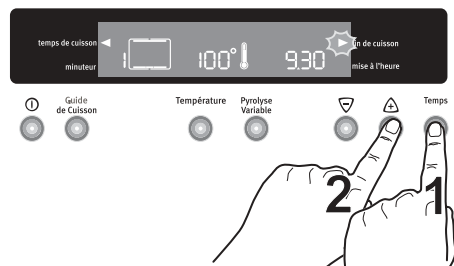

Fig. 13
- Appuyez sur la touche "**Temps**" jusqu'à sélectionner la fonction "**Fin de cuisson**" et que le voyant correspondant clignote. Le bandeau de commande affiche le temps de fin de cuisson (c'est-à-dire, l'heure exacte + le temps de durée de cuisson) (Fig. 13).